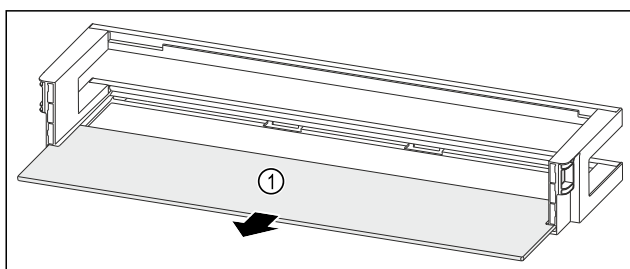

Fig. 84 Raft montat pe ușă cu raft
- Extrageți raftul Fig. 84 (1).